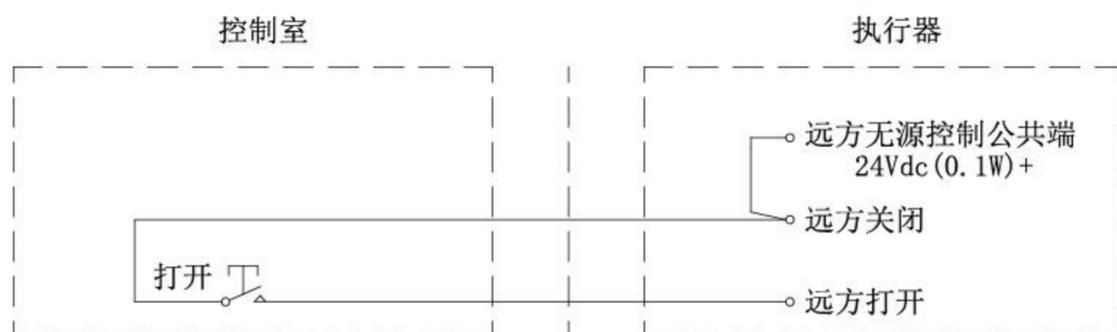
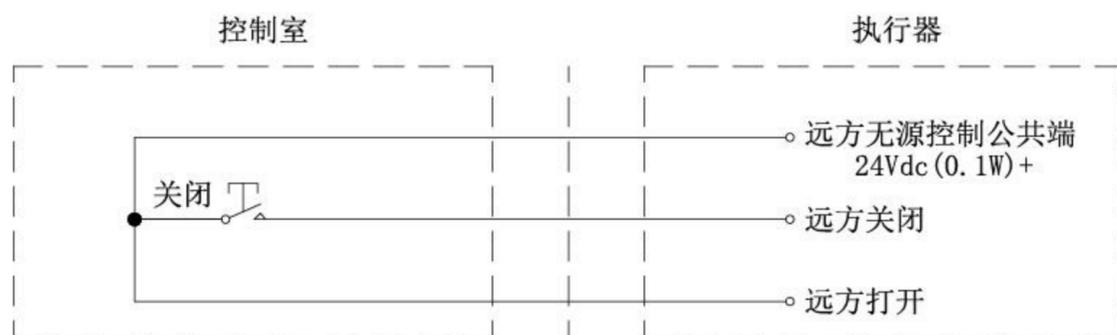
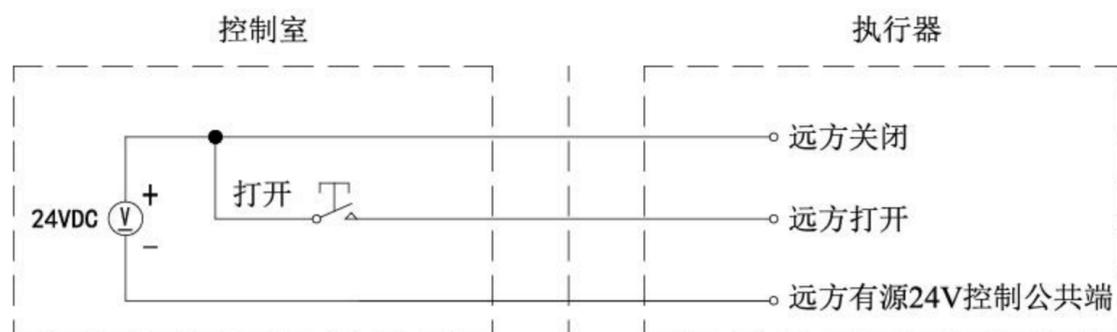
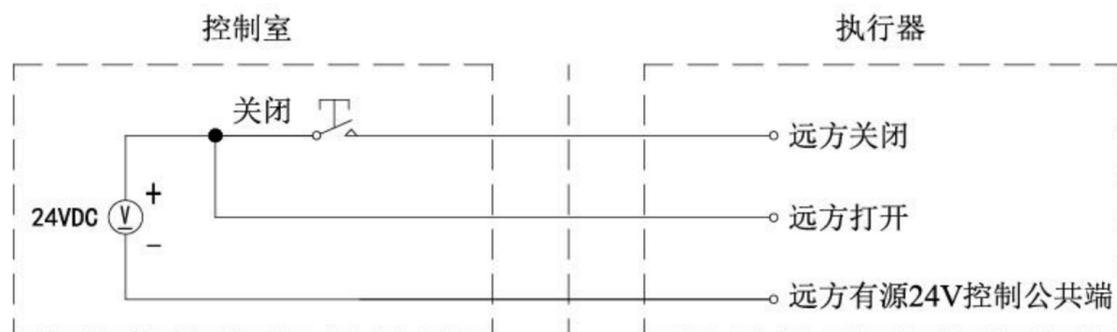

图4-10 两线控制, 有信开, 无信关
图4-11 两线控制, 有信关, 无信开
图4-12 外部直流两线控制, 有信开, 无信关
图4-13 外部直流两线控制, 有信关, 无信开
4.1.3 若想实现两线控制, 外部连线见图4-10、图4-11、图4-12、图4-13、图4-14、图4-15。应根据实际需要, 调整菜单中的两线设置为“有信开, 无信关”或“有信关, 无信开”。